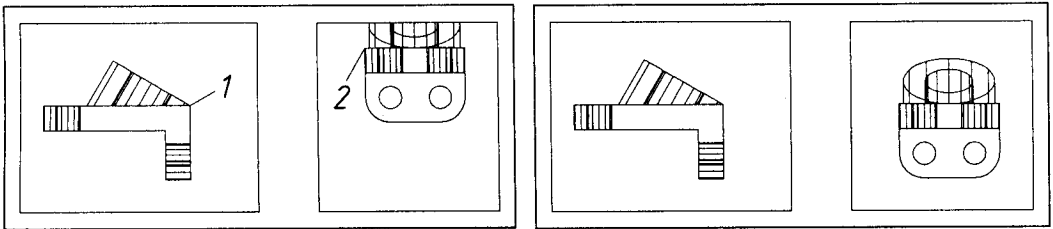

Рис. 17.11
*Горизонтальне* (Horizontal) – вказана точка на одному екрані вигляду вирівнюється по горизонталі з базовою точкою на іншому (рис. 17.11).